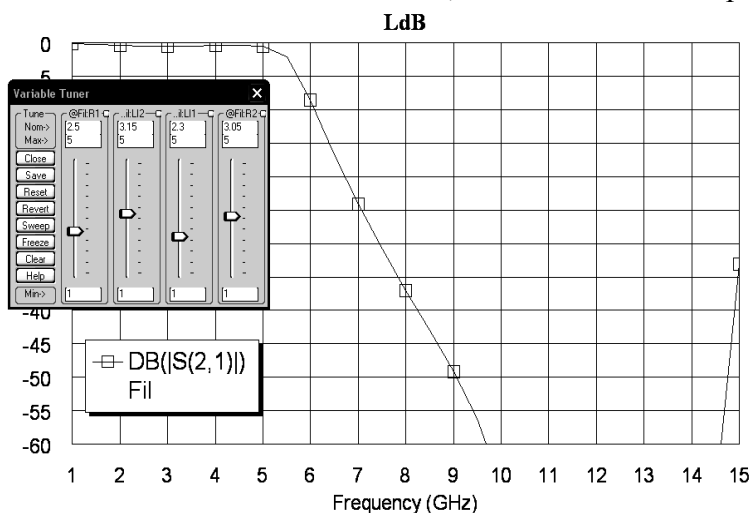

Рис. 2.19
Двигая движки блока настройки, добейтесь требуемой характеристики (рис. 2.19).
2. Сделайте активным окно графика и щёлкните по значку **Tune** на панели инструментов. Двигая движки блока настройки, добейтесь требуемой характеристики (рис. 2.19).